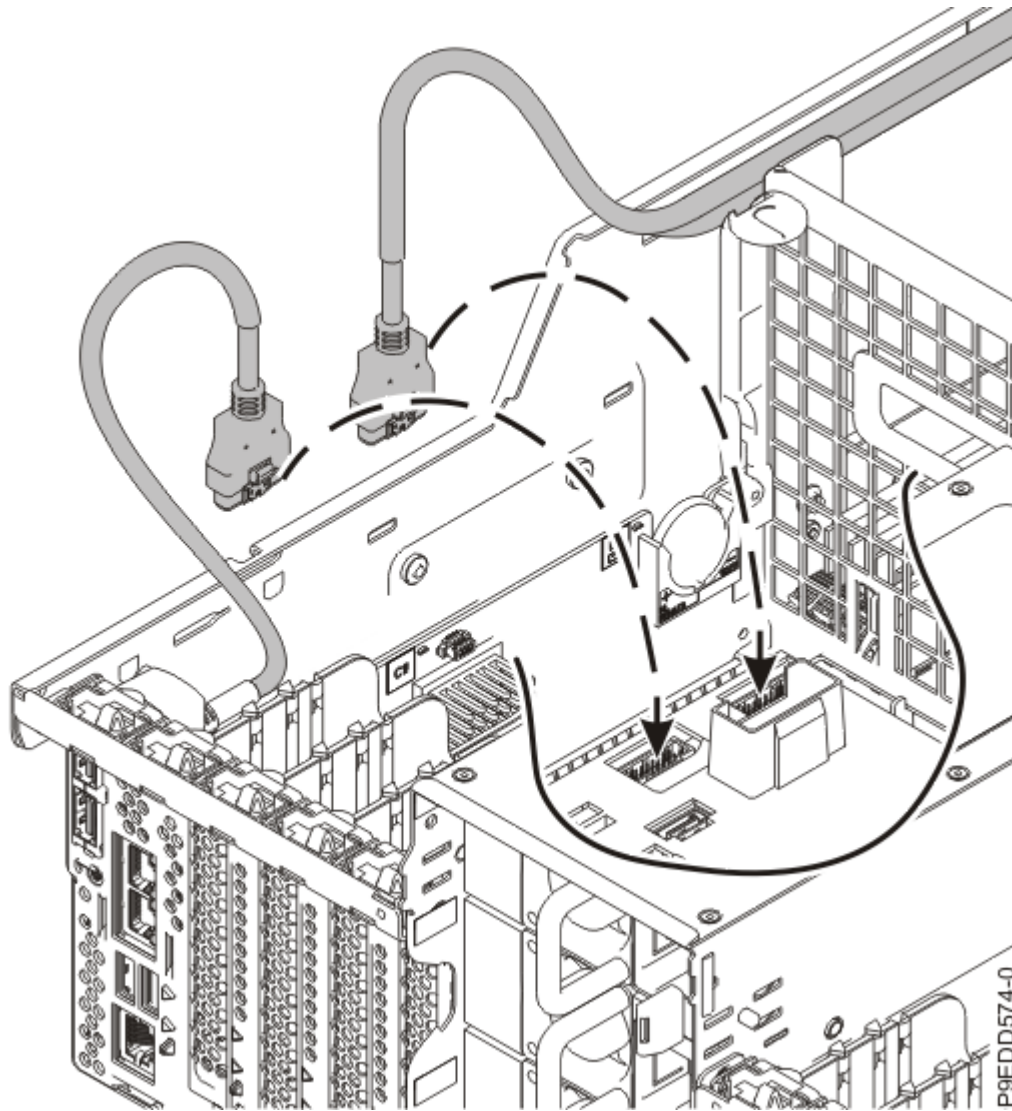

Abbildung 13. Vordere und hintere USB-Kabel wiederanschießen
4. Stecken Sie die vorderen und hinteren USB-Kabel in die Systemrückwandplatine ein (siehe Abbildung 13 auf Seite 16).